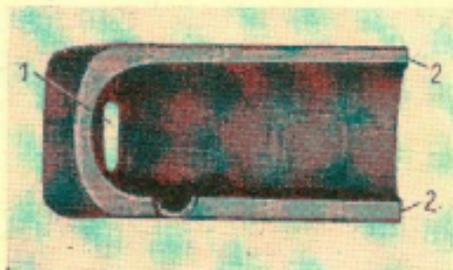

Abb. 21 Magazinboden
**Der Magazinboden (Abb. 21) verschließt das Magazingehäuse von unten. Er hat einen Durchbruch 1 für das gebogene Ende der Zubringerfeder und Nuten 2 zum Aufschleiben auf das Magazingehäuse.**